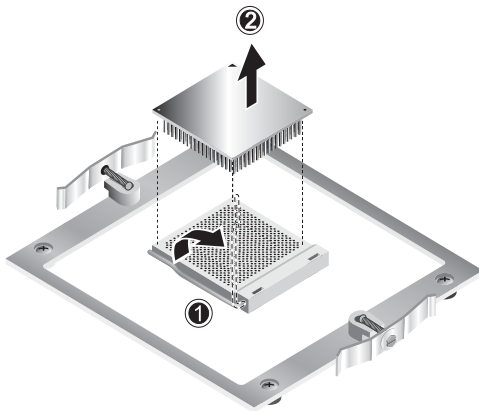

FIGURE 4-10 Retrait du processeur
10. Appuyez sur le levier de retenue du connecteur du processeur et relevez-le pour l'amener à la verticale (voir le point 1 de la FIGURE 4-10).
11. Sortez le processeur du connecteur en maintenant le levier dans sa position verticale (2).